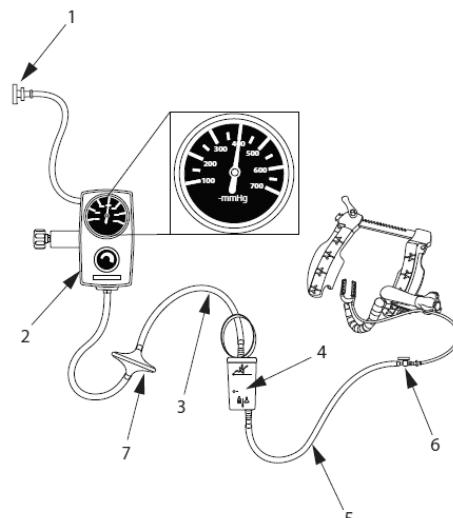

図4:ACROBAT-i スタビライザー接続図
- (8) チューピングセットの三方活栓付きチューブの三方活栓(青)を、スタビライザーの吸引チューブ(青色ルアーフ付)の青色ルアーコネクタに接続する。三方活栓付きチューブのもう一端を、キャニスター底部の三方活栓付きチューブ接続部に接続する。三方活栓(青)の吸引がオフの位置にあることを確認すること。キャニスター上部に接続したフィルタ付きチューブを、施設の調圧器付吸引源に接続する。吸引圧を-400 mmHg(-53.3kPa)に設定すること。図4に接続図を示す。